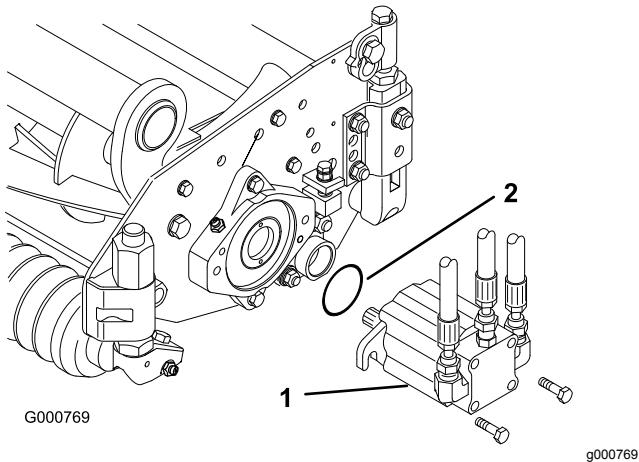

Bild 18
3. Schmieren Sie einen großen O-Ring ein und setzen Sie ihn in den Lagergehäuseschlitz an jedem Ende der Schneideeinheit ein (Bild 15 und Bild 18).
13. Montieren Sie den Motor am Antriebsende der Schneideeinheit und befestigen Sie ihn mit den zwei Kopfschrauben (Bild 18).